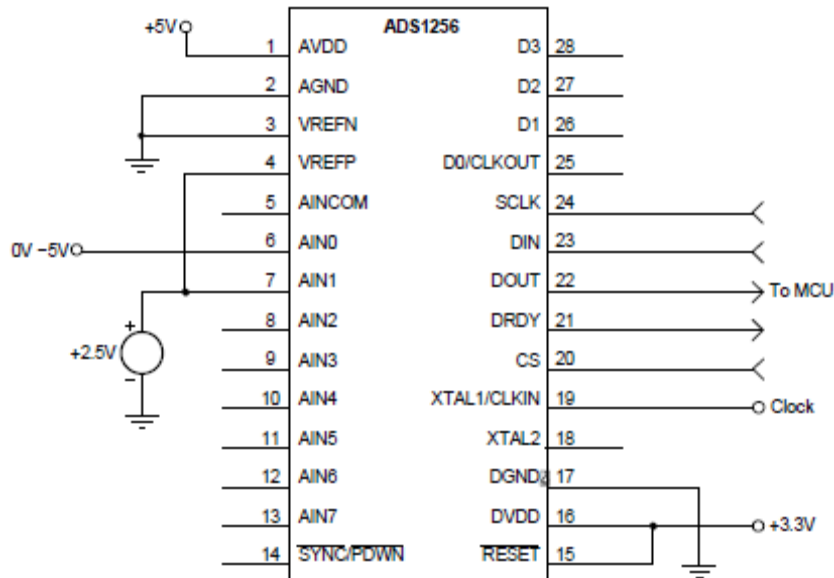

図1 ADS1256によるシングルエンド形式の測定
この技法が適用できるかどうかは、フルスケール電圧の1/2に等しい電圧が使用可能かどうかで決まります。ADS1256では基準電圧がフルスケール電圧の1/2であり、ゲインが1に等しくなっています。したがって、図1に示す回路では、負側の入力に基準電圧を接続します。
- ・ 図1に示すように、 $V_{REF}$  を  $V_{INN}$  に接続します。